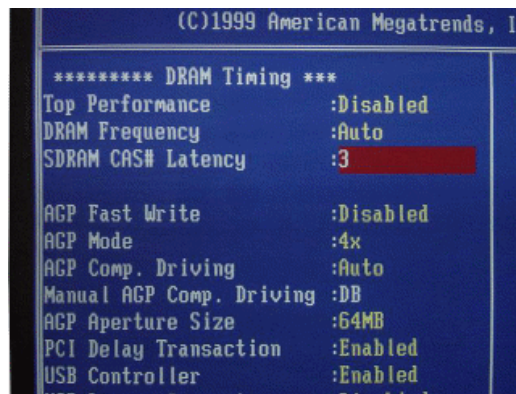

图 5.11
- (1) 绝对不要将不同类型的内存混插。
- (2) 如果确实需要同时使用不同速度的内存，应该将速度较慢的内存安装在第一条插槽中。
- (3) 不同速度的内存混插时，注意应进入 COMS 设置，适当调低内存参数，如 CLS 值和内存速度等，如图 5.11 所示。
- (4) 最好不要将主板上的所有内存插槽都插满。